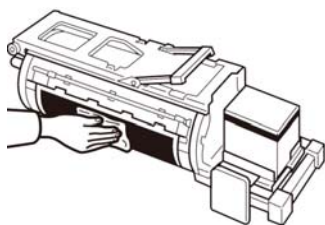

图 5-61 清洁印筒单元尾边的油墨
- 用一块干布清除累积在印筒单元尾边的油墨，如图 5-61 所示；